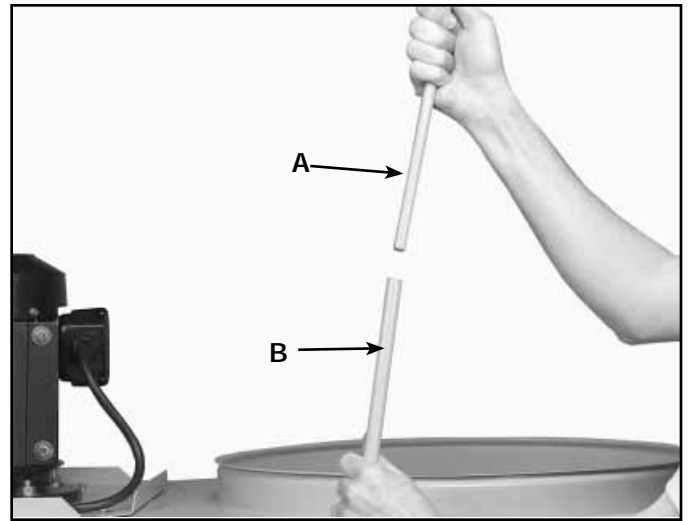

Fig. 11
1. Ensamble las varillas para colgar la bolsa superior (A) e inferior (B) como se muestra en la Fig. 11.